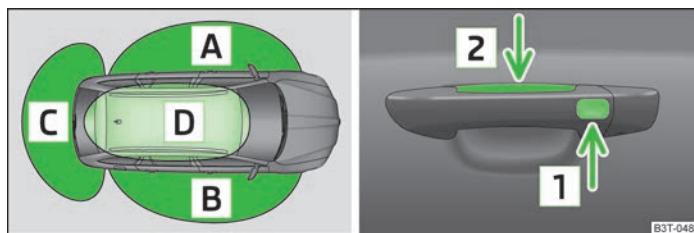

Fig. 13 KESSY: Denominación de las secciones y desbloqueo/bloqueo del vehículo
- Sujetar la empuñadura de la puerta delantera o cubrir con toda la superficie de la mano el sensor **2** » fig. 13.
- Tocar el sensor **1** » fig. 13 con los dedos.
- Tocar el sensor **1** » fig. 13 con los dedos dos veces en el lapso de 2 segundos.
Si se encuentra una llave válida con mando a distancia en la zona **A** » fig. 13 o **B** del vehículo, es posible desbloquear el vehículo mediante la puerta respectiva de la zona en la que se encuentra la llave. En el área **A** puede desbloquearse el vehículo mediante el asidero de la puerta delantera izquierda, en el área **C** la tapa del maletero.
Después de bloquear el vehículo con ayuda del sensor 1 » fig. 13, durante 2 segundos no es posible desbloquear el vehículo con ayuda del sensor 2. Probar si está bloqueado el vehículo tirando de la maneta.
- No utilizar guantes para desbloquear y bloquear el vehículo con los sensores 1 » fig. 13 o 2 ni otros objetos que puedan impedir el contacto directo de la mano con el sensor.
Si después de bloquear y cerrar todas las puertas, incluida la tapa del maletero, la llave con la que se bloqueó el vehículo permanece en el vehículo en la zona D » fig. 13 de la página 32, se activa la protección contra el cierre involuntario del vehículos estando la llave en el mismo y se vuelve a desbloquear.
Si el vehículo no se desbloquea antes de 60 o 90 horas, los sensores 1 » fig. 13 de la página 32 y 2 se desactivan automáticamente en la empuñadura de la puerta del acompañante.
- Desbloquear la puerta del conductor con ayuda del sensor 2 » fig. 13 de la página 32.